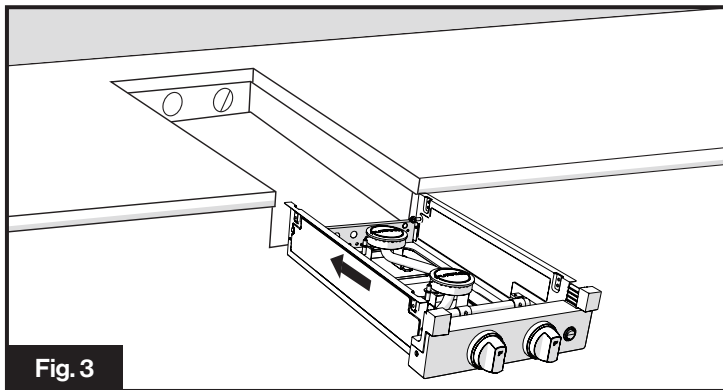

Fig. 3
- Deslice la estufa en la abertura del gabinete. Verifique que la estufa esté nivelada de lado a lado y de adelante hacia atrás (Fig. 3).